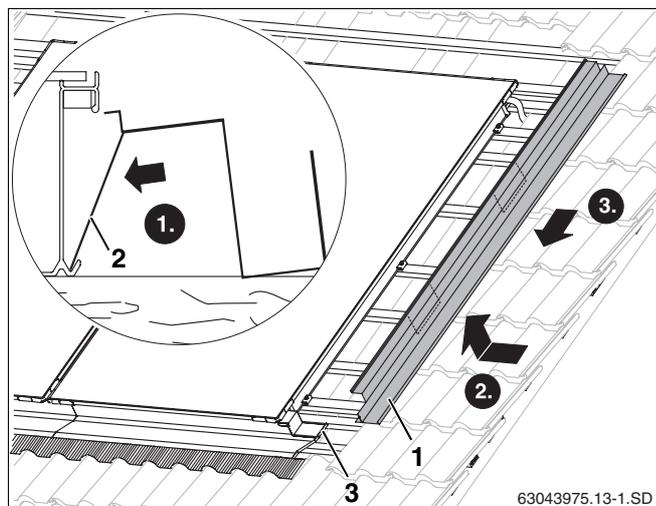

Fig. 48 Montaggio della lamiera di copertura laterale destra
- Le lamiere di fissaggio (fig. 48, **pos. 2**) devono essere disposte nel bordo inferiore del collettore.
- Infilare le lamiere di copertura laterali destra e sinistra (fig. 48, **pos. 1**), con i bordi superiori, nell'impugnatura del collettore, e spingerle oltre la lamiera di copertura inferiore.
- Per il fissaggio, comprimere le pieghe sovrapposte delle due lamiere (fig. 48, **pos. 3**).